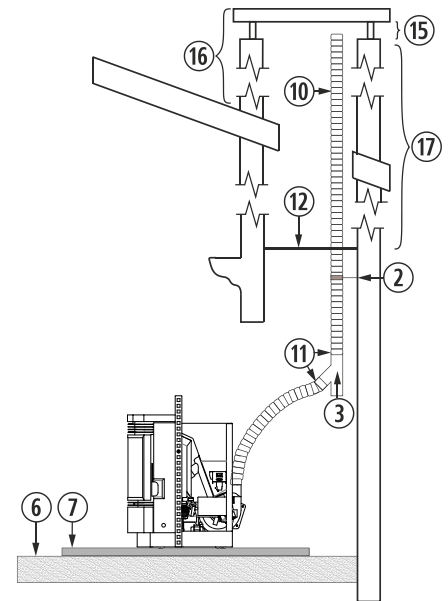

Figura 17
**4.31.** La instalación de un encastrable en una chimenea de obra se puede realizar en toda su totalidad en tubo flexible, tal y como indica la *figura 17*. Debemos tener especial cuidado a la hora de realizar el aislamiento entre la chimenea y el tubo de la salida de gases para evitar posibles retrocesos de gases en caso de tormenta.
②	Abrazadera de sujeción de acero inoxidable.
③	Te de 90° con registro.
⑥	Suelo de madera.
⑦	Protector del suelo no combustible.
⑩	Tubo flexible de acero inoxidable.
⑪	Manguito unión rígido a flexible.
⑫	Aislante anti retroceso.
⑮	Mínimo 200mm.
⑯	Debe sobrepasar 1 metro el tejado.
⑰	Mayor a 8m aumentaremos una medida.